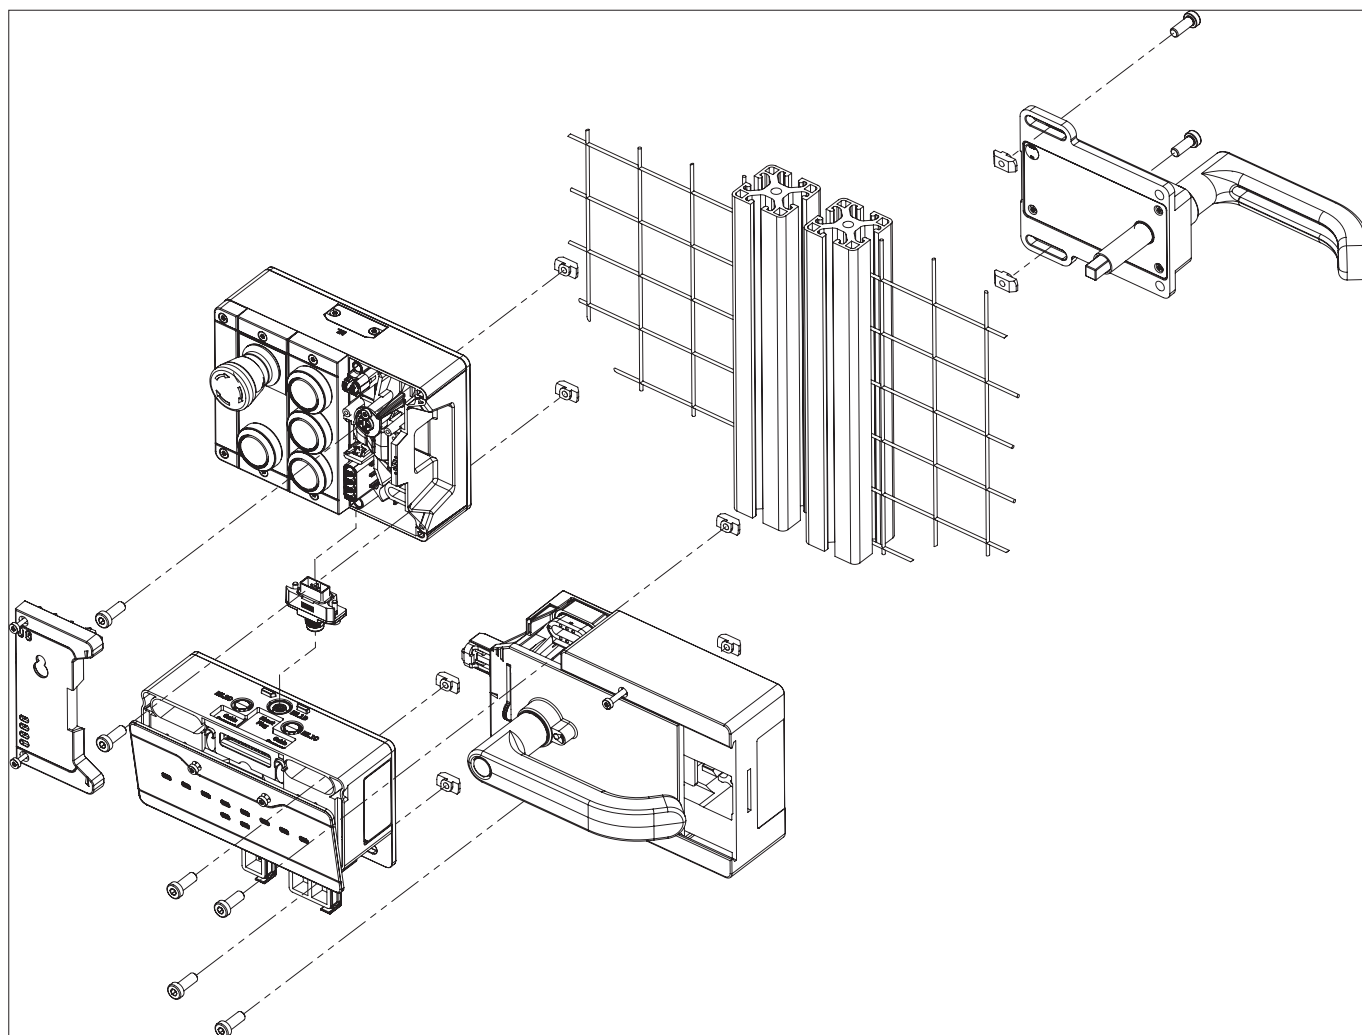
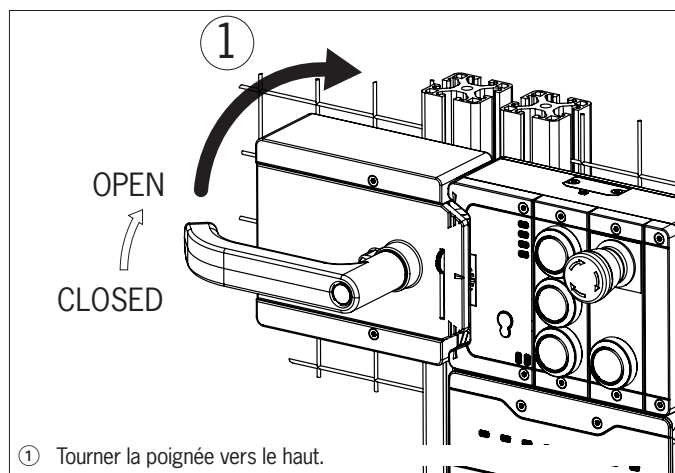
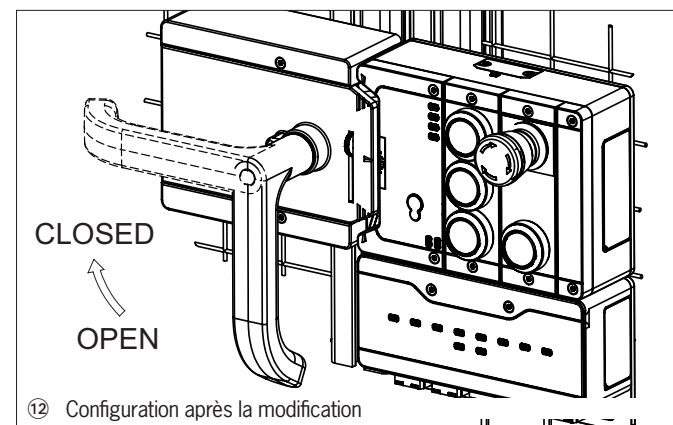

Fig. 9 : Exemple de montage pour une porte sur charnières à droite (vue d'ensemble)
Fig. 11 : Modification du sens d'actionnement, étape ①
Fig. 16 : Modification du sens d'actionnement, configuration définitive
- Aligner l'axe du dispositif de déverrouillage interne à angle droit par rapport au module de poignée. Voir Fig. 9.
- Veillez au bon alignement lors du montage. Utilisez les auxiliaires d'alignement du boîtier du module de verrouillage / interverrouillage et du boîtier du module de poignée (voir Fig. 9).
Étapes de montage, voir les Fig. 9 et Fig. 11 à Fig. 16.
- Monter le système dans l'autre sens dans le cas d'une porte sur charnières à gauche. C'est-à-dire que le protecteur peut alors être ouvert en actionnant la poignée vers le haut (voir Fig. 11). Le sens d'actionnement de la poignée doit par conséquent être modifié (voir Fig. 11 à Fig. 16).